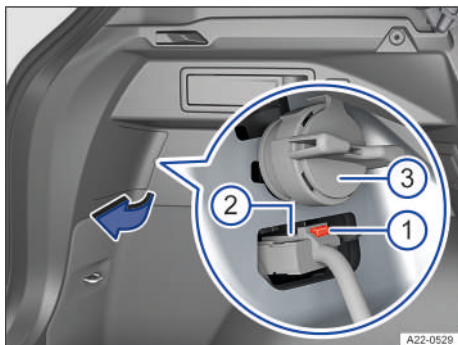

Fig. 230 Lateral del maletero: desmontar el grupo óptico trasero.
1. Abrir el hueco que hay en el guarnecido lateral del maletero por la zona del grupo óptico trasero en el sentido de la flecha → fig. 230.
2. Extraiga el seguro rojo → fig. 230 ① del conector y desacople este → fig. 230 ②. En caso necesario, utilice una herramienta adecuada para soltar dicho bloqueo rojo.
3. Desbloquee el tornillo de fijación → fig. 230 ③ en el sentido contrario al de las agujas del reloj.
1. Acople el conector → fig. 230 ② y presione el seguro rojo del mismo → fig. 230 ①.
3. Con una mano sostenga el grupo óptico trasero en la posición de montaje y con la otra enrosque firmemente el tornillo de fijación → fig. 230 ③.